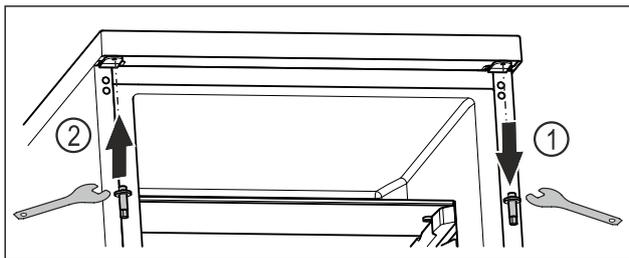

Fig. 18
- ▶ Desenroscar el perno superior con la llave Allen. Fig. 18 (1)
- ▶ Apretar el perno en el lado opuesto con la llave Allen. Fig. 18 (2)